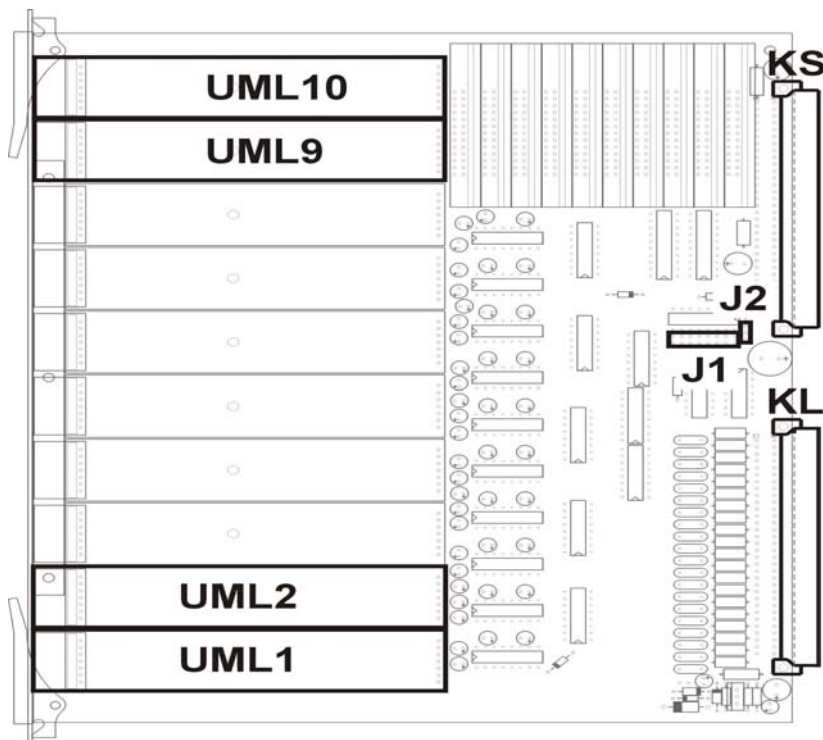
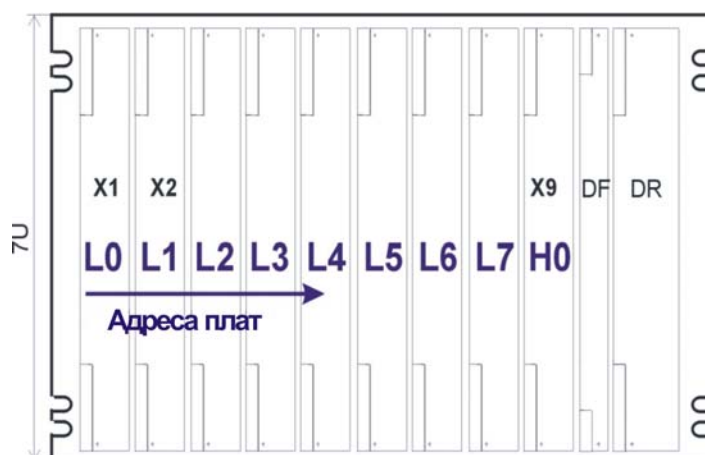

Рис. 3.19. плата 10 универсальных линий
Рис.3.20. Этаж «ALFA-ERACK-KR» с установленными платами и их адресами
- адрес ПЛАТЫ 10 универсальных линий (ALFA-UL10-K) устанавливается перемычками J1, J2 (Рис. 3.19), согласно занимаемой позиции в этаже 19"RACK (ALFA-ERACK-KR), Рис.3.20.